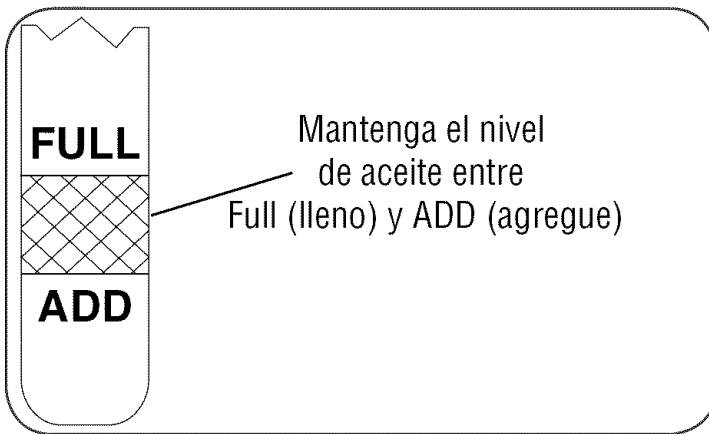

Figura 14
Para ubicar todos los controles del motor en esta sección, vea la en la figura 14.
- Desenrosque y retire el tapón de llenado de aceite del tubo de llenado de aceite. Fijese en el nivel de aceite. Si la lectura en la varilla del nivel de aceite está por debajo de la marca "ADD" (agregue), agregue aceite lentamente hasta alcanzar el nivel "FULL" (lleno). Vea la figura 14.